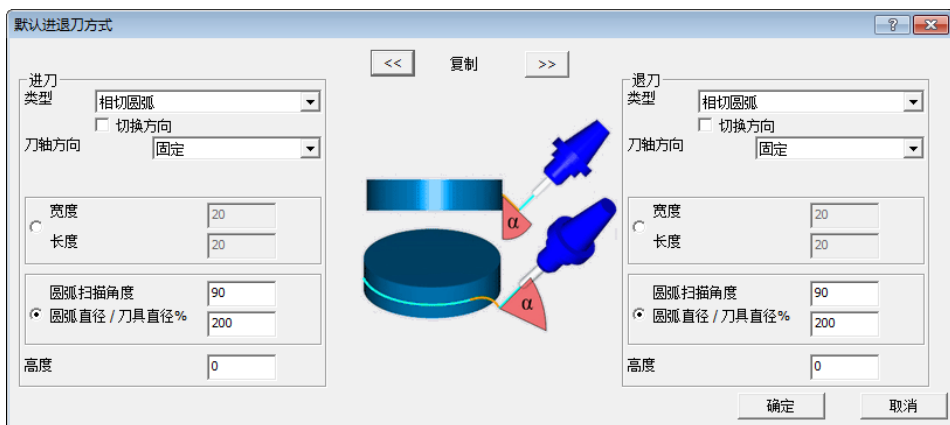

图 5-164 “默认进退刀方式”对话框
- 单击“默认进退刀方式”按钮, 弹出“默认进退刀方式”对话框, 选择进退刀类型为“相切圆弧”; 其他参数如图 5-164 所示。